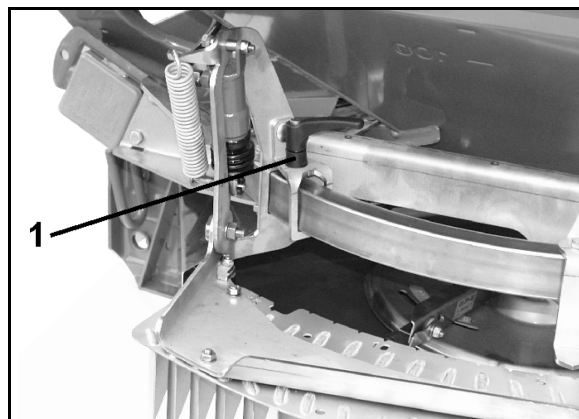

Fig. 77
1. Desserrez pour ce faire le levier de blocage (Fig. 77/1).